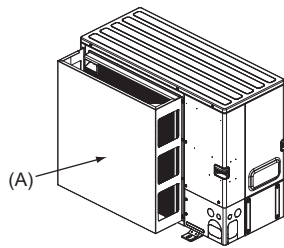

Fig. 2-5
- (2) Instale uma guia de protecção de ar opcional se a unidade estiver instalada num local sujeito a fortes ventos, como no caso de tufões, etc., que possam entrar directamente na saída de ar. (Fig. 2-5)